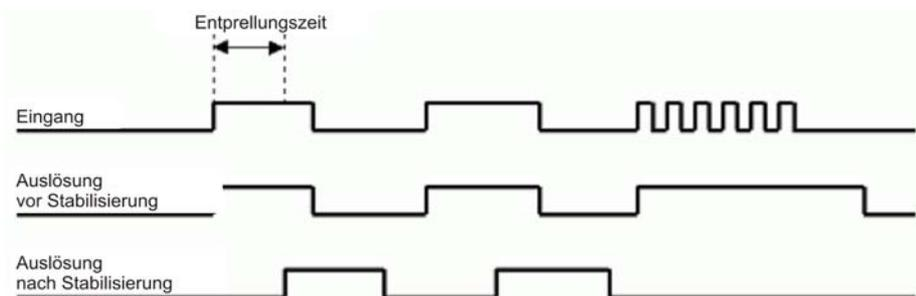

Abbildung 15. Optimale Entprellungszeit bei der Variante „Auslösung nach Stabilisierung“
*Auslösung nach Stabilisierung* verhält sich mehr wie eine traditionelle Entprellungsfunktion: Sie lässt Störimpulse unberücksichtigt und reagiert nur nach längerer Stabilität auf Zustandsänderungen. Diese Variante kommt bei elektromechanischen Geräten wie Encodern und mechanischen Schaltern zum Einsatz, um Schalterprellen und Störungen durch einen vibrierenden, sich anderweitig aber nicht bewegenden Encoder herauszufiltern. Die Entprellungszeit sollte kurz genug eingestellt werden, um den gewünschten Eingangsimpuls zu erkennen, aber länger als die Zeit der unerwünschten Störungen (siehe Abbildung 15).